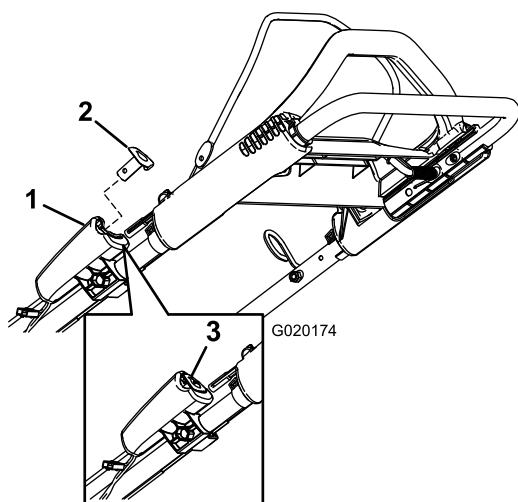

Figura 16
2. Pulse el botón de arranque eléctrico hasta que arranque el motor (Figura 16).
Nota: Si se ha retirado el botón de arranque eléctrico, introdúzcalo en el arrancador eléctrico; consulte Figura 16.